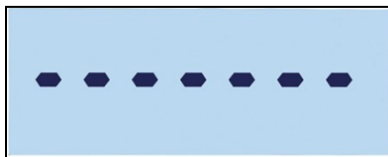

Figura 2-18: Rilevamento del peso stabile
3. Confermare il numero di riferimento premendo . Verrà visualizzato "-----" (Figura 2-18) mentre la bilancia attende di rilevare un peso stabile. Assicurarsi che il numero di campioni sulla bilancia corrisponda al riferimento selezionato. Se si rileva un peso stabile prima del